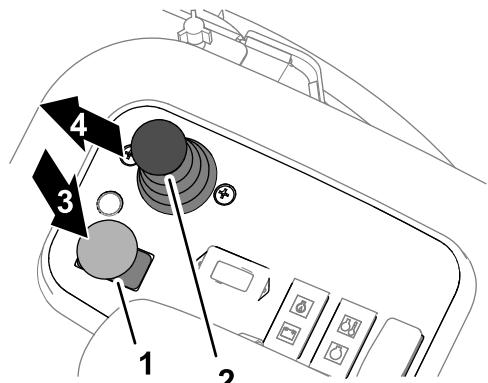

Figura 49
3. Premete l'interruttore di azionamento degli apparati di taglio in posizione di DISINNESTO (Figura 49).
5. Spostate la leva di comando Abbassa-Tosa/Alza in avanti (Figura 49).